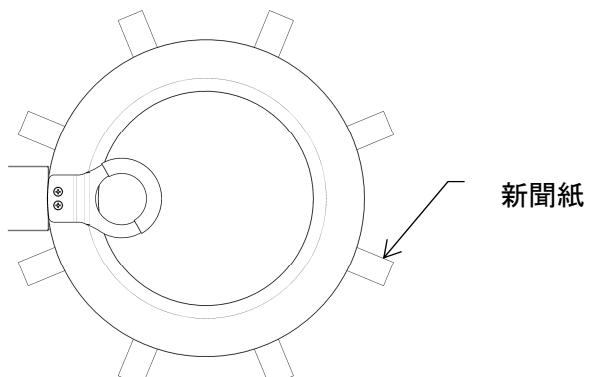

図8-11
- ・その紙を(図8-11)の様にドアパッキンとドアロ金の間に挟み、ドアを閉めます。この時、水分は十分拭取られ、しばらくドアを開放し乾燥されていなくてはなりません。